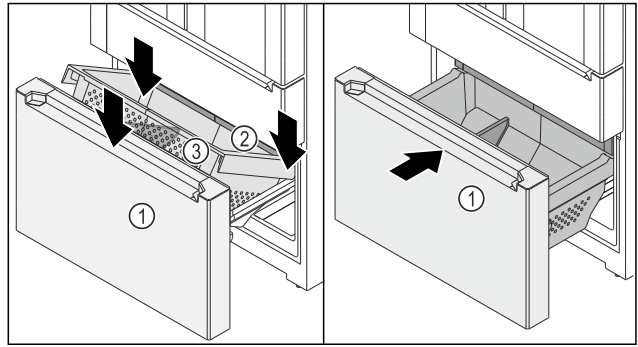

Fig. 151
- Auszugswagen Fig. 151 (1) ist herausgezogen.
- Schubfach Fig. 151 (2) ist eingeschoben.
- ▶ Behälter Fig. 151 (3) hinten auf den Schienen rechts und links aufsetzen.
- ▶ Behälter Fig. 151 (3) vorne absenken, sodass Behälter Fig. 151 (3) die Schienen rechts und links umschließt.
- ▶ Auszugswagen Fig. 151 (1) einschieben.